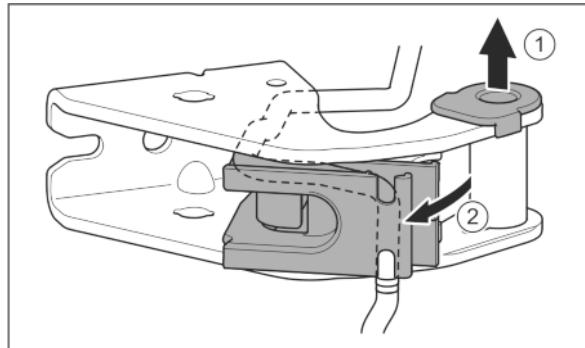

Fig. 26
- Опорную втулку вывести из направляющей. Fig. 26 (1)
- Отвести в сторону держатель кабеля. Fig. 26 (2)